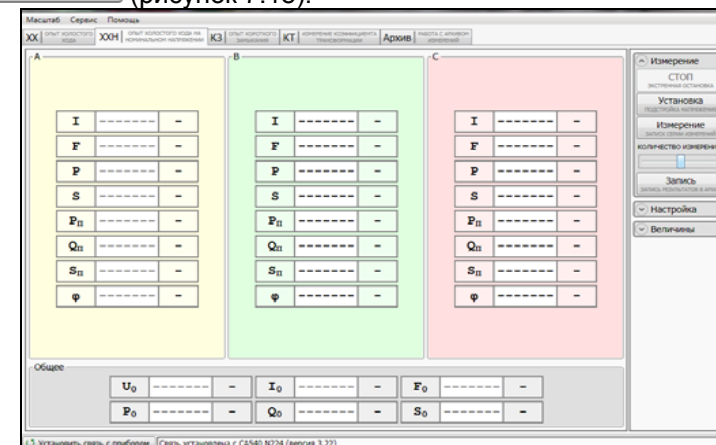

Рисунок 7.19
7) Установить количество фаз проверяемого трансформатора, для чего щелкнуть по кнопке в подразделе "Количество фаз" в поле "Настройка" (рисунок 7.19) и из выпадающего списка выбрать, например, "Три фазы".